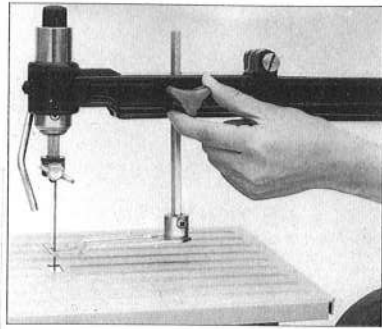

図8
- のご歯ガイドをのご歯アームに差し込み、押えネジで止めて下さい。のご歯ガイドは材料の厚みに合わせて上下させて調整して下さい。(図8参照)
作業の安定と安全をはかるため、刃物ガイドを使用して下さい。厚い材料のときは上に移動、うすい材料のときは下げてご使用下さい。(図8参照)